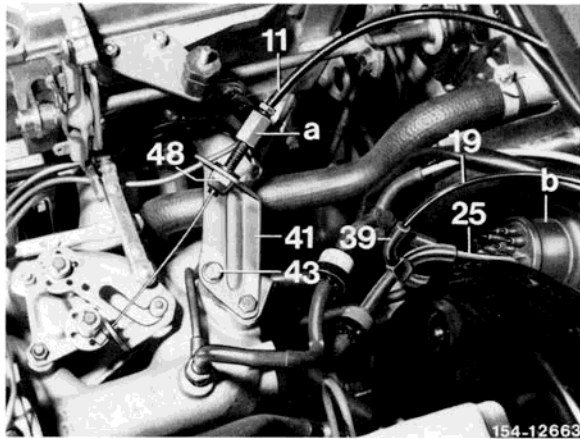

Bild 1
- 5 Unterdruckleitung (25) 5200 mm lang vom Motorraum links durch die Gummitülle (b) unter der Instrumententafel entlang durch die rechte Vorderwandsäule verlegen. Anschließend die Unterdruckleitung (25) weiter am Einstieg entlang in den Kofferraum verlegen (Bild 1 bis 4 und 7).